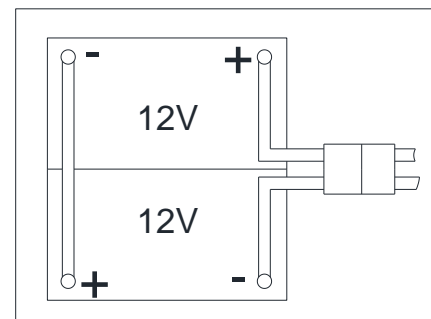

Рисунок 3
Машине необходимы две 12 В батареи, подключенные в соответствии с диаграммой (Рисунок. 3).
1. Откройте крышку бака утилизации (1) и убедитесь, что бак утилизации (25) пустой; в противном случае слейте его при помощи сливного шланга. (22).
2. Закройте крышку бака утилизации (1).
3. Аккуратно переверните бак утилизации (25).
5. Направьте и установите кабель батарей, как показано на (Рисунок 3), затем аккуратно зафиксируйте гайку на каждом терминале батарей.
6. На каждый терминал поместите защитный колпачок, затем подсоедините соединитель батарей (54).
7. Аккуратно опустите бак утилизации (25).